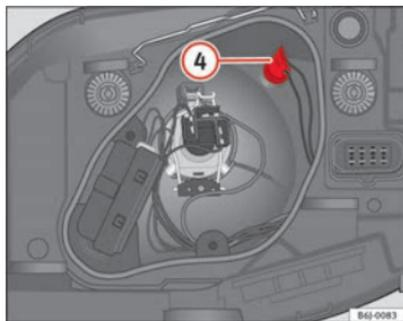

Fig. 157 Luz de población
- Extraiga el portalámparas ④ ⇒ fig. 157 hacia fuera.